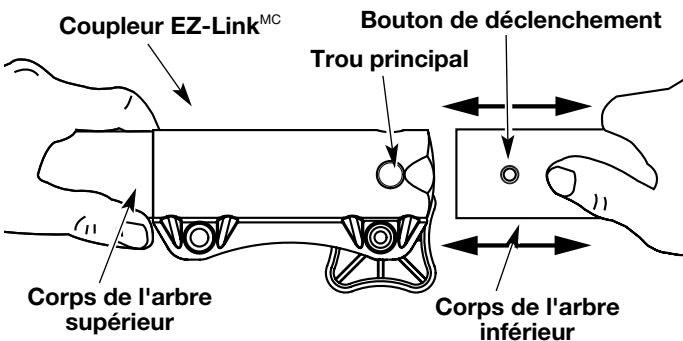

Fig. 10
2. Tenez fermement l'accessoire et enfoncez-le tout droit dans le coupleur EZ-Link^{MC} (Fig. 10).